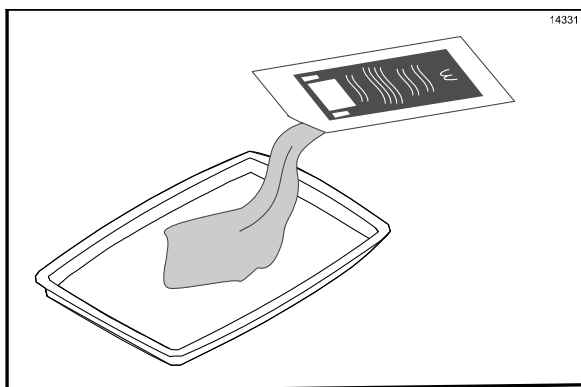

Figura 42
9. Abra uma embalagem do **McD Hi-Temp Grill Cleaner (HTGC - Solução do McDonalds para a limpeza de grills em temperaturas elevadas)**. Despeje o conteúdo em uma bandeja limpa de refeição ou de aço inoxidável. (Veja a Figura 42.)